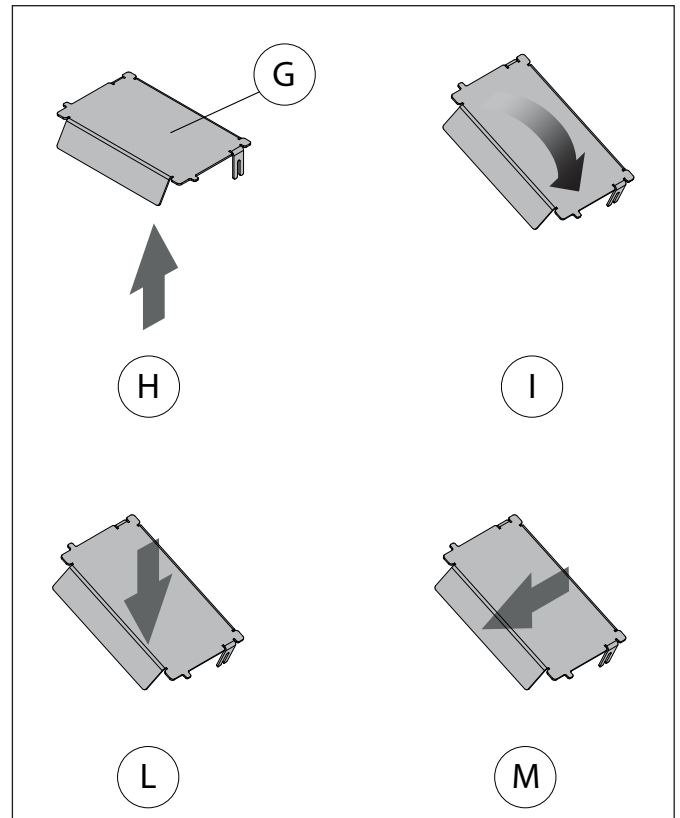

Abb. 8.2.3c
- das obere Umlenblech entfernen (**G**), in dem leicht mit einer Hand auf den unteren Teil des Umlenblechs gedrückt wird (**H**) und mit der anderen Hand dieses nach rechts drehen (**I**). Wenn das Umlenblech sich in dieser Position befindet, dieses senken (**L**) und durch die Tür herausnehmen (**M**) (**Abb. 8.2.3c**);